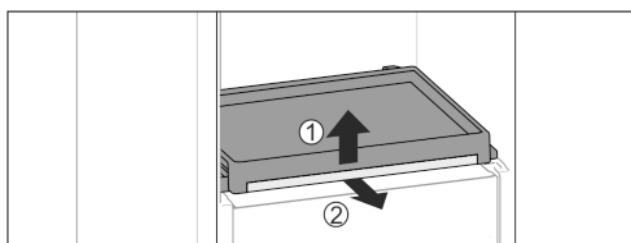

Fig. 36
Повдигнете леко отпред стъклената плоча Fig. 36 (1) и я изтеглете напред Fig. 36 (2).